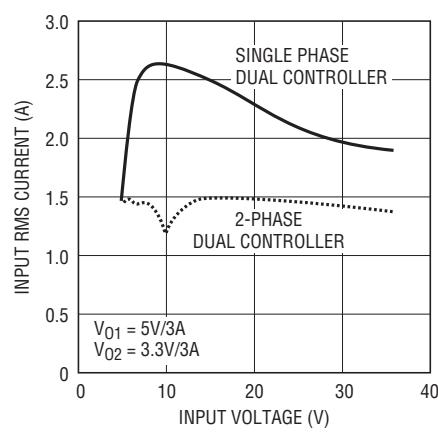

図5. RMS入力電流の比較
1.8ARMSから約0.8ARMSに減少します。これ自体でも大きな減少ですが、電力損失は $I_{RMS}$ の二乗に比例するので、入力コンデンサによって実際に浪費される電力は約4分の1に減少することに注意してください。標準的アプリケーションのRMSリップル電流の減少を図5に示します。